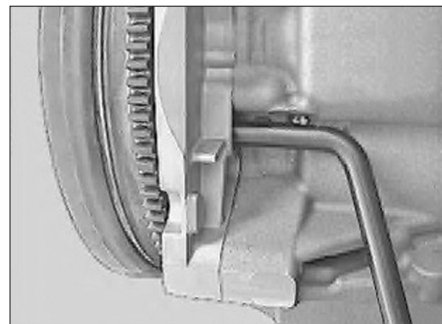

Fig. 95
- Tourner le moteur au PMH du premier cylindre, puis piger le vilebrequin (Fig.95).